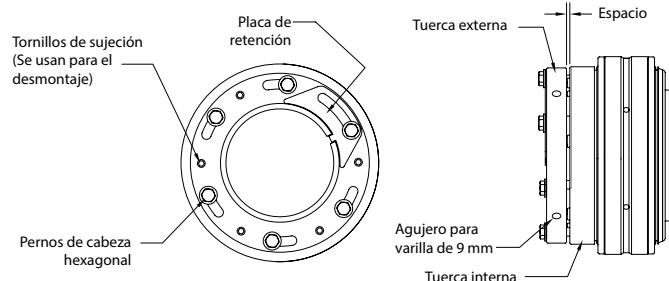
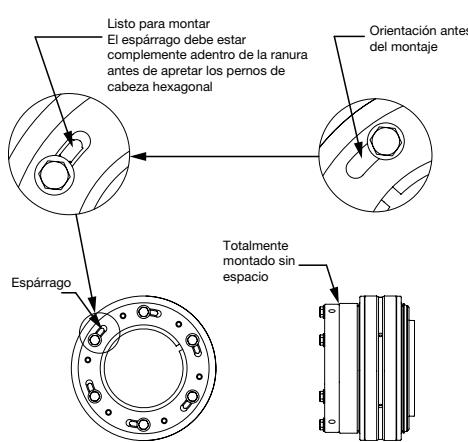
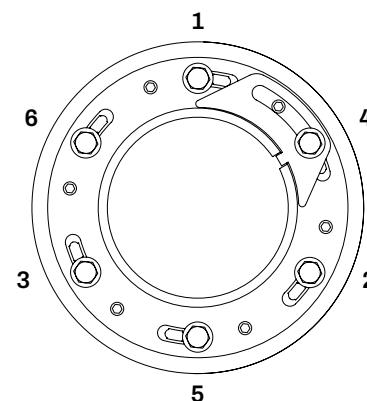

Figura 1. Rodamiento con tuerca doble como se envía con el espacio presente
Figura 3. Tuerca girada y lista para la instalación
Figura 5. Patrón de estrella para una instalación correcta
El conjunto de la tuerca de seguridad se compone de una tuerca externa y una tuerca interna. El rodamiento se envía con un espacio presente entre las dos tuercas. Las dos tuercas deben conservar este espacio antes de montar el rodamiento. La configuración de doble tuerca antes de la instalación se muestra en la figura 1. Anote la posición de las ranuras de las tuercas externas en relación con los pernos de cabeza hexagonal.
- Afloje, pero no retire los pernos de cabeza hexagonal. Al aflojar los pernos de cabeza hexagonal, use una varilla de 9 mm para mantener la tuerca externa en su posición. Mientras sostiene la tuerca externa con una varilla de 9 mm, agarre uno de los pernos de cabeza hexagonal y gire la tuerca interna hacia la izquierda para detener los pernos de cabeza hexagonal como se muestra en la figura 3. Vea la figura 4 que demuestra este paso. **Si la tuerca externa se mueve durante este paso, es indispensable volver a colocar el ensamble de la tuerca de modo que la tuerca externa se posicione en la marca de alineación que dibujó en el paso 4 antes de continuar con el siguiente paso. Asegúrese de que el espárrago de espaciado esté visible en la ranura como se muestra en la figura 3, de lo contrario la tuerca no se instalará correctamente.**
- En este momento los espárragos maquinados, que se utilizaron para crear el espacio, se han colocado en el interior de las ranuras alargadas y las dos tuercas pueden jalarse al mismo tiempo, con lo cual se instala el rodamiento en el eje. **Si la tuerca externa se mueve durante este paso, es indispensable volver a colocar el ensamble de la tuerca de modo que la tuerca externa se posicione en la marca de alineación que dibujó en el paso 4 antes de continuar con el siguiente paso.** Apriete gradualmente los pernos de cabeza hexagonal en un patrón de estrella, como se muestra en la figura 5, hasta que la tuerca externa se asiente firmemente contra la tuerca interna y el espacio se cierre por completo como se muestra en el figura 3 (sin alcanzar aún el torque total).
- Retire el perno de cabeza hexagonal que esté más cercano a la ranura en el adaptador. Es posible que aparezca un espacio pequeño entre las dos tuercas cuando se retire el perno de cabeza hexagonal. Esto es algo normal y el espacio se cerrará cuando vuelva a instalar el perno de cabeza hexagonal. Instale la placa de retención de modo que la lengüeta encaje en la ranura del adaptador. Si la placa de retención no se alinea con los dos orificios, puede voltearse para que encaje como se muestra en la figura 1. Vuelva a instalar el perno de cabeza hexagonal para sujetar la placa de retención. **Use un patrón de estrella, como se muestra en la figura 5, para ajustar al torque los pernos de cabeza hexagonal según los valores que se muestran en la tabla 1.** Se considera una mejor práctica apretar inicialmente los pernos de cabeza hexagonal un 50 % del torque total, luego apretar nuevamente al 100 % del torque total (use un patrón de estrella en estas dos ocasiones).